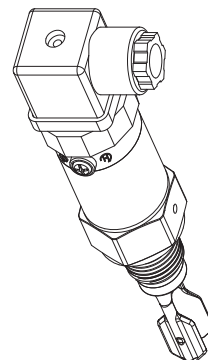

图 16
- (4) 当调试好高低位模式后，请拧紧壳体部分的螺丝，并重新上电（见图16）。